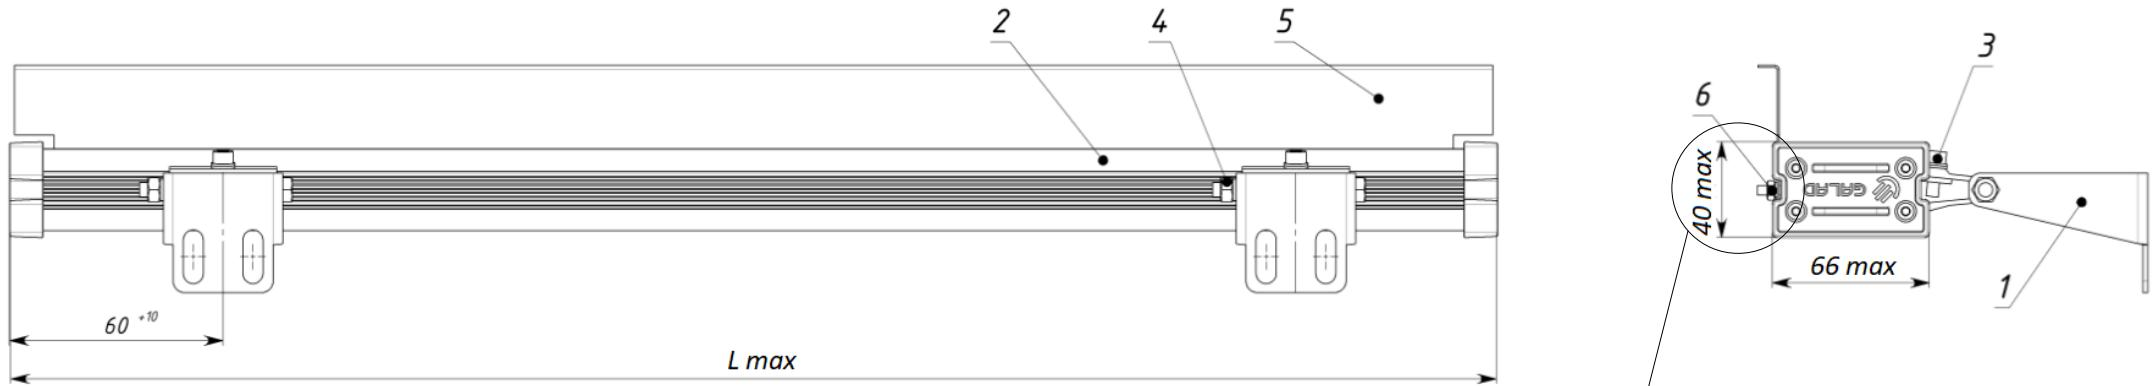

Рис. 1
1.1 Светильник GALAD Vega LED со светодиодными источниками света (рис. 1) устанавливается на горизонтальную, вертикальную или наклонную поверхности и предназначен для освещения рекламных щитов, архитектурного освещения фасадов зданий, памятников и т.п.
6.1 Для установки узлов подвеса на корпусе светильника необходимо на кронштейне узла (1) ослабить винт (3). Не открывая крышек корпуса светильника, установить кронштейн (1) в пазы корпуса (2), для этого: расположить кронштейн винтом в сторону стекла, вставить противоположный от винта выступ кронштейна в паз корпуса и, нажав на кронштейн, вставить второй выступ в паз. Разместить кронштейны (рис. 1), закрепить на корпусе винтами (3) и затянуть с усилием не более 2,0 – 2,5 Н·м. Экран (5) (при наличии) закрепить на кронштейнах (6) согласно рис. 1, вставить кронштейн в паз на корпусе, повернуть его по часовой стрелке до упора, затянуть гайки с усилием 2,5-3,0 Н·м.